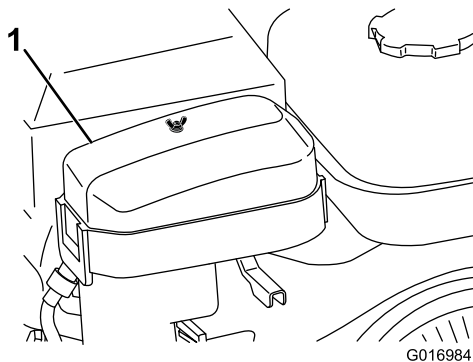

Bild 25
2. Nehmen Sie die Flügelmutter ab, mit der die Luftfilterabdeckung befestigt ist, und nehmen Sie sie ab (Bild 25).